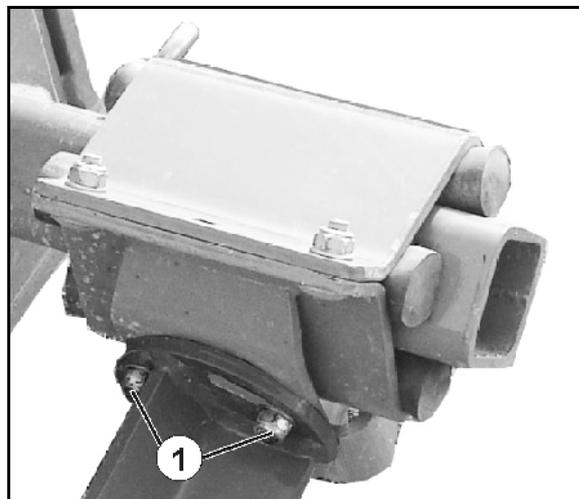

Fig. 51
2. Soltar las 3 uniones atornilladas (Fig. 51/1).